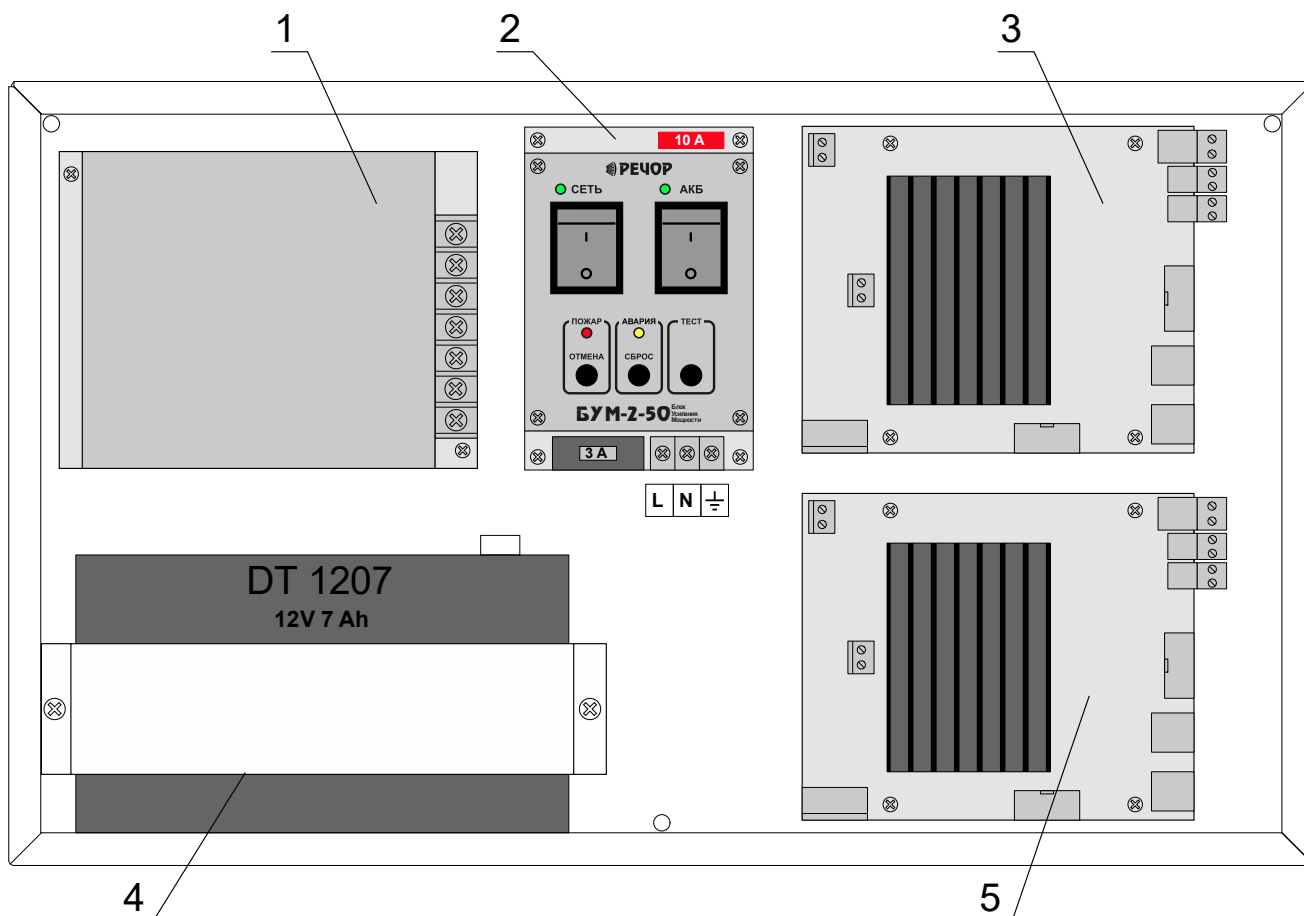

Рис. 2.1. Внутренняя компоновка БУМ-2-50.
Внутренняя компоновка *устройства* в варианте исполнения БУМ-2-50 показана на Рис. 2.1, где схематично изображены БП (1), панель управления (2), плата УМ (3, 5) и АКБ (4). Вариант компоновки БУМ-50 отличается только отсутствием